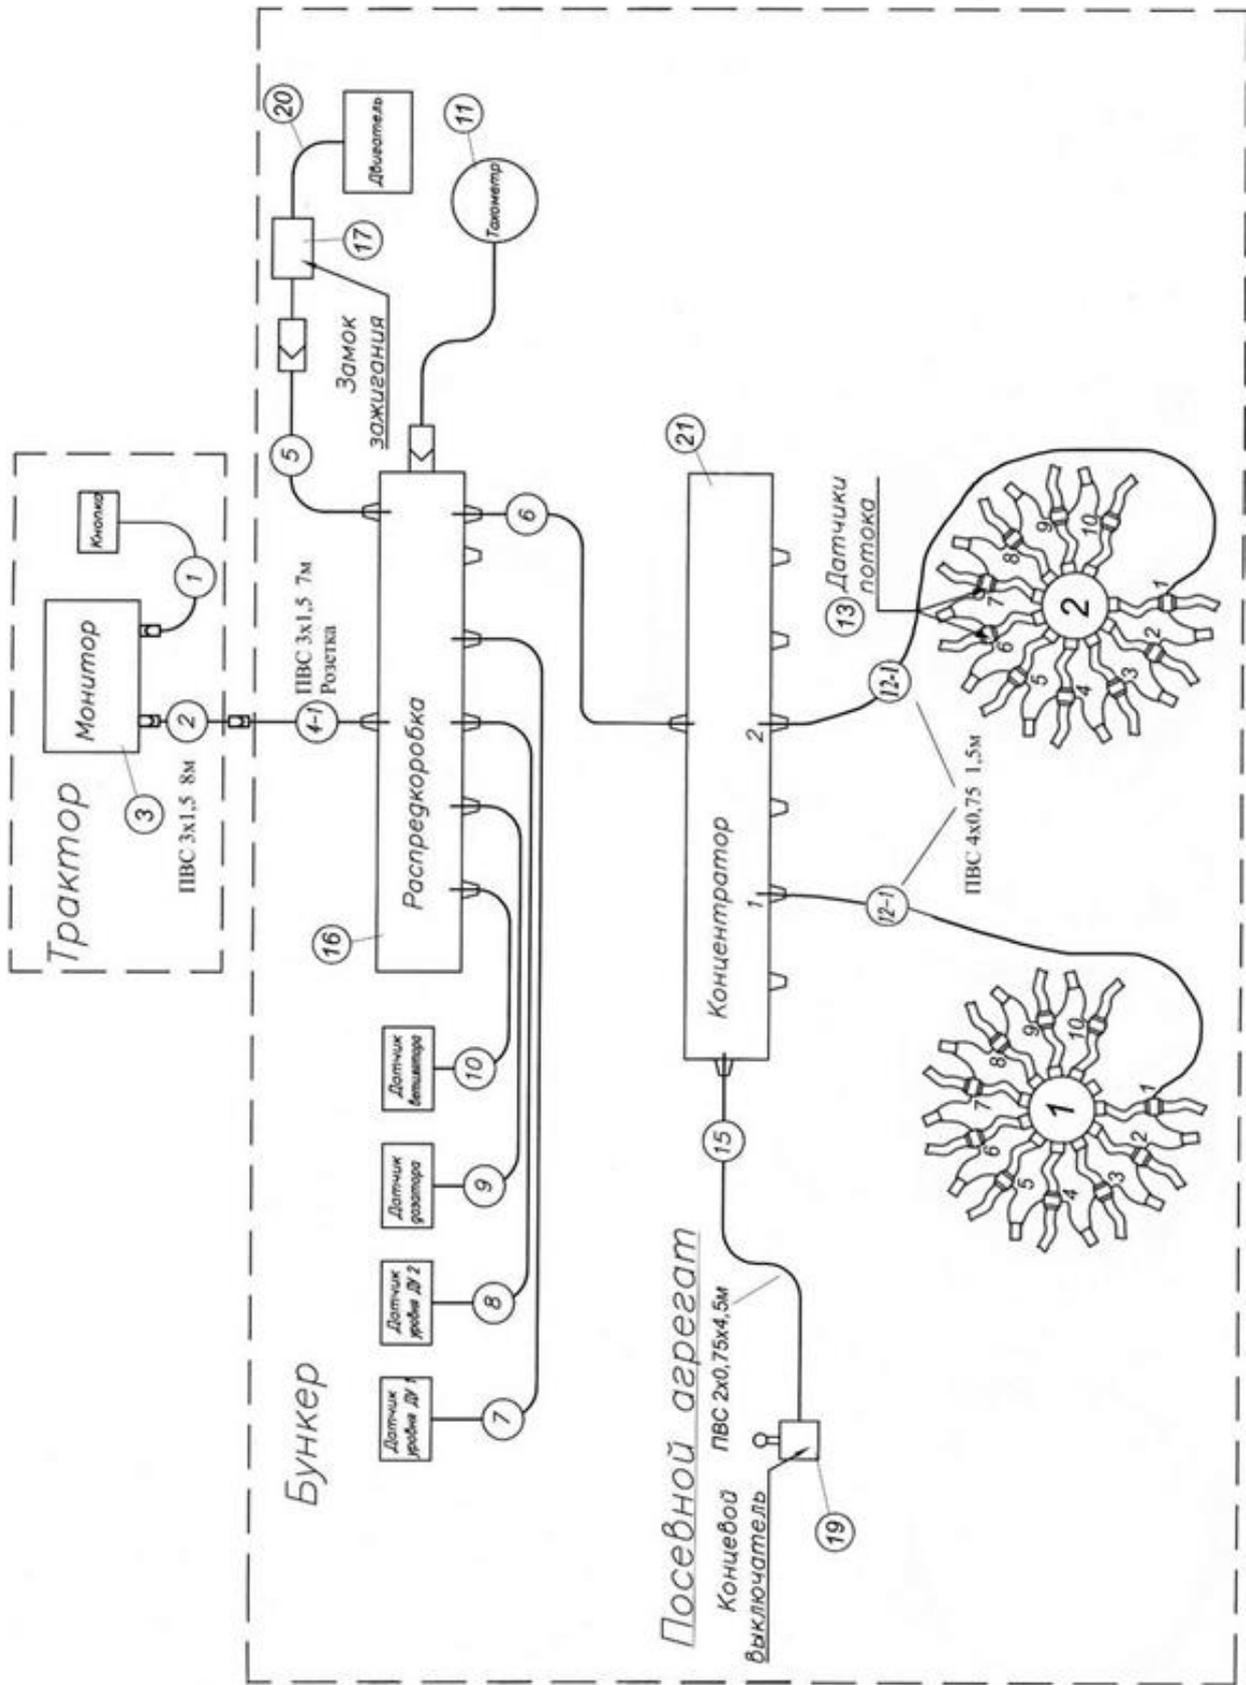

Рис. 7.2.1 Система электрооборудования для ПК-4,8 «Кузбасс»
7.2.1. Система электрооборудования для ПК-4,8 (рис. 7.2.1)